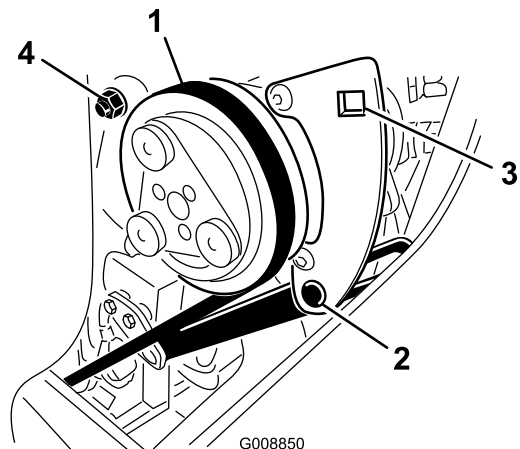

Figura 80
1. Afloje el perno de pivote y el perno de ajuste del compresor (Figura 80).
2. Introduzca una llave dinamométrica en el taladro cuadrado del soporte del compresor (Figura 80).